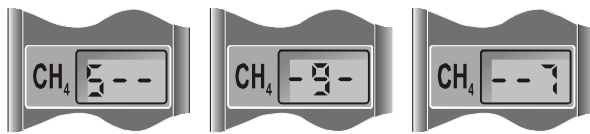

рисунок 3
- Набрать пароль "-597" (рисунок 3). Изменение значения в разряде осуществляется кнопкой "ОТКЛ", ввод значения разряда - кнопкой "ВКЛ". В случае неправильного ввода пароля газоанализатор автоматически выключается.